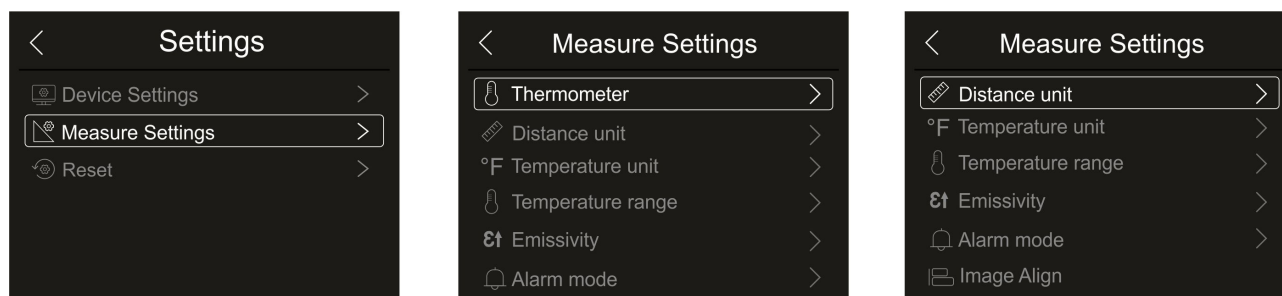

Fig. 23: Menu Measure settings
Nesta secção (ver Fig. 23) é possível definir o tipo de medição, os valores dos parâmetros de compensação e a configuração das condições de alarme. Clique no ecrã para ativar / desativar as opções desejadas.
1. Clique em "Thermometer". A ecrã da Fig. 23 - lado direito é exibido